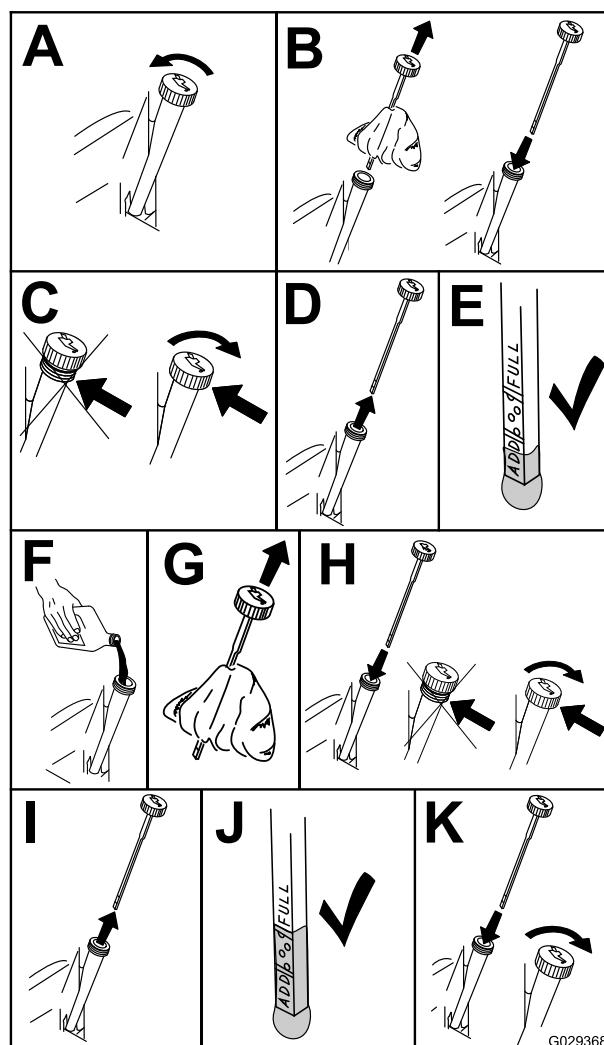

Figura 43
3. Para manter a sujidade, as aparas de relva, etc., fora do motor, limpe a área em torno da tampa de enchimento e vareta antes de a remover (Figura 43).